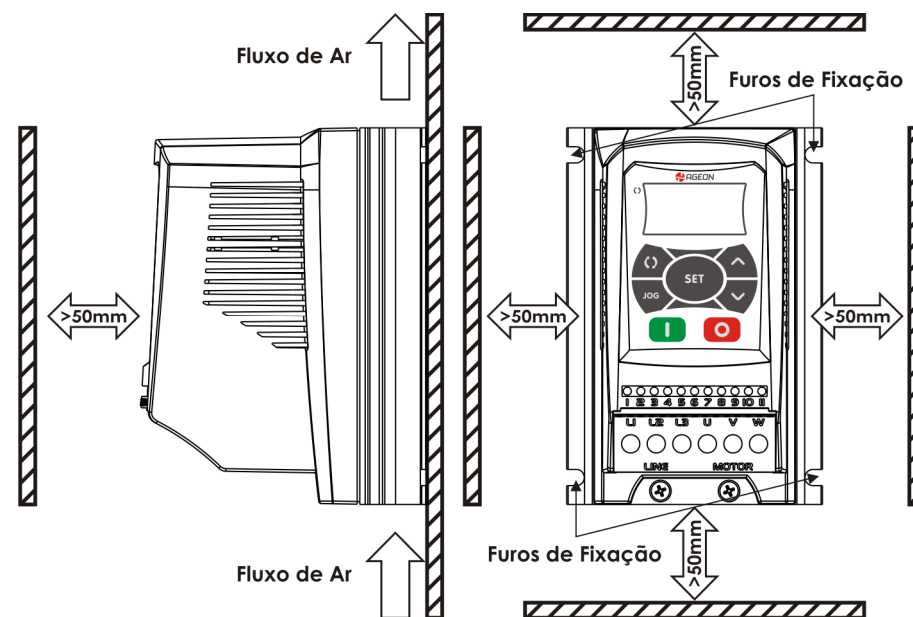

Figura 6-1 – Fixação do Inversor
- ✓ A fixação deve ser feita com parafusos através dos furos de fixação mostrados na Figura 6-1.
- ✓ Deixar no mínimo 50 mm de espaços livre ao redor do aparelho conforme mostra a Figura 6-1.